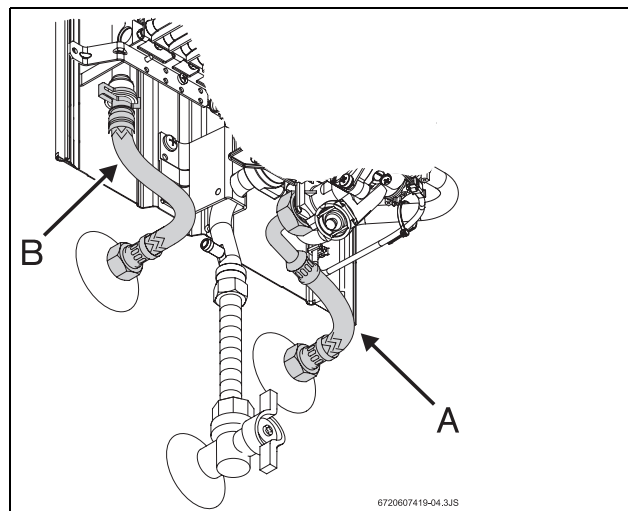

Fig. 12 Collegamento acqua
- ▶ Individuare le tubazioni di acqua calda (Fig. 12, pos. B) e fredda (Fig. 12, pos. A) dell'impianto onde evitare eventuali inversioni di collegamento.